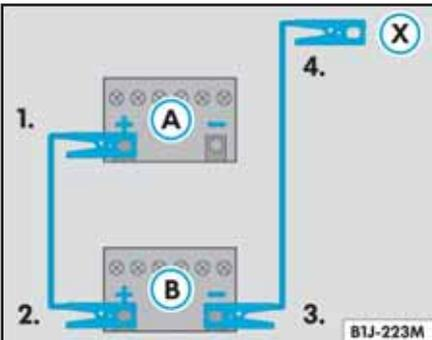

Fig. 193 Conexión del cable auxiliar de arranque
- Conecte una punta del cable auxiliar de arranque rojo al terminal positivo ⇒ fig. 193  del vehículo con la batería descargada  ⇒  en “Recomendaciones”, Página 243.
- Conecte la punta del cable auxiliar del arranque rojo al terminal positivo ⇒ fig. 193  del vehículo que suministrará la corriente  ⇒  en “Recomendaciones”, Página 243. ▶
- Conecte la punta del cable auxiliar de arranque negro al terminal negativo ⇒ fig. 193  del vehículo que suministrará la corriente .
- Conecte la otra punta del cable negro ⇒ fig. 193  en el vehículo con la batería descargada a una pieza maciza, firmemente atornillada al bloque del motor, o al propio bloque del motor, pero no cerca de la batería  ⇒  en “Recomendaciones”, página 245.